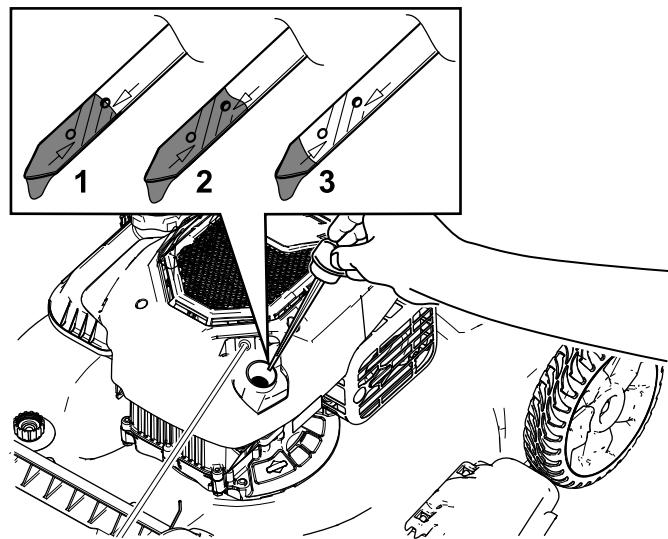

Figura 21
- Retire la varilla girando el tapón en el sentido contrario a las agujas del reloj y tirando del mismo (Figura 21).
- Observe el nivel de aceite en la varilla (Figura 21).